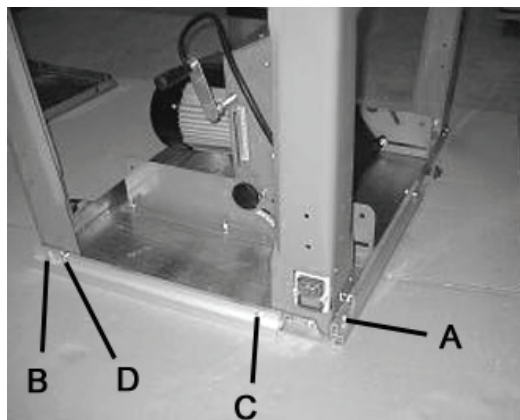

Fig. 10
- Serrez bien les vis position A et B. Serrez les vis positions C et D de façon à ce que les extrémités des vis se trouvent au même niveau que les écrous (voir fig. 10).